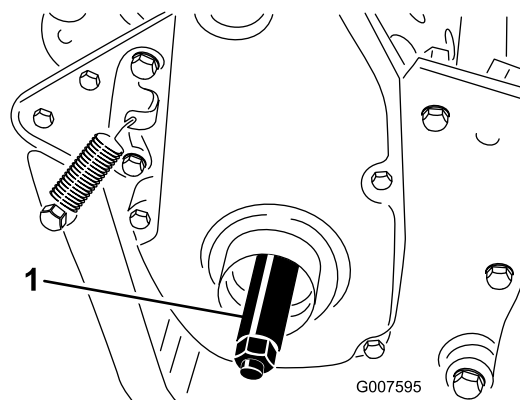

Рисунок 7
3. Вверните вал правого колеса в приводной шкив на правой стороне машины (Рисунок 7).